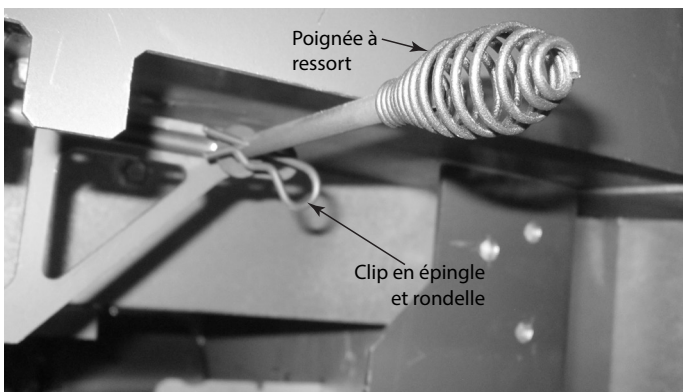

Figure 4.17 Démontage de la poignée à ressort
3. Retirez la poignée à ressort en la tournant vers la gauche et en la tirant. Tenez bien la tige pendant cette opération. Voir la figure 4.17.
4. Retirez et enlevez le clip en épingle à cheveux avant et la rondelle sur la tige. Voir la figure 4.17.